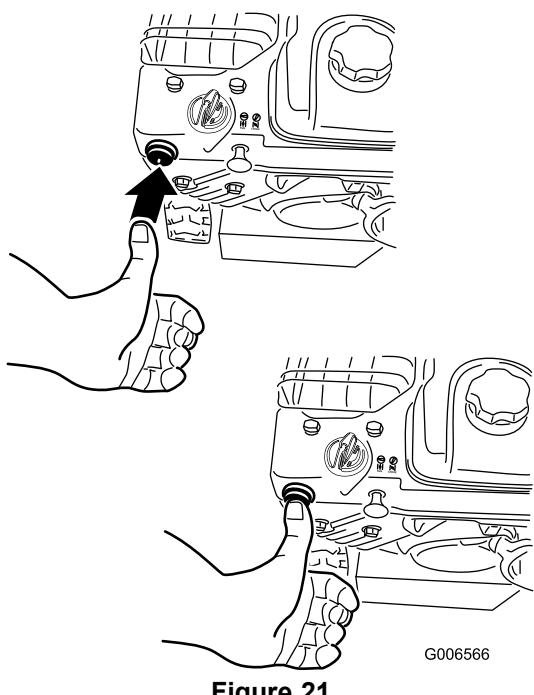

**Figure 20**
3. Insérez la clé de contact dans le commutateur d'allumage (Figure 20).